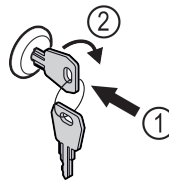

Fig. 114
- ▶ 按入钥匙 Fig. 114 (1)。
- ▶ 将钥匙顺时针转动 90° Fig. 114 (2)。